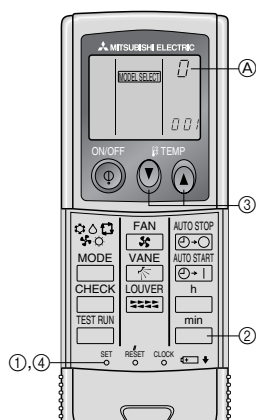

Fig. 6-7
4) Afectação de controlo remoto a cada unidade (Fig. 6-7)